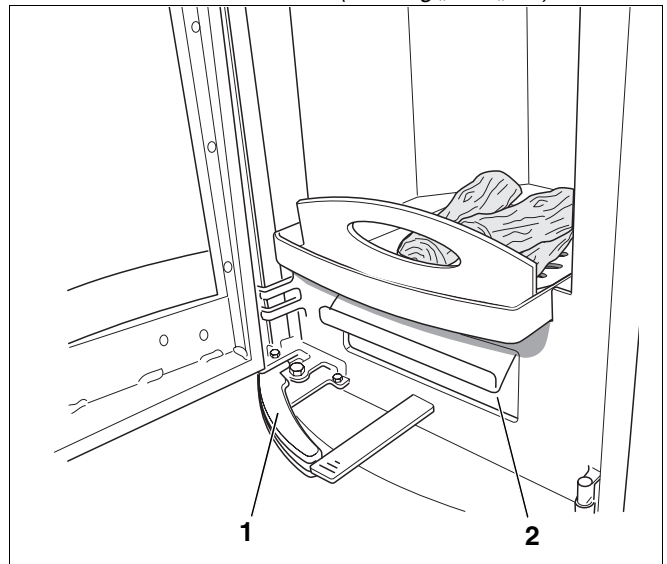

Abb. 19 Asche abrütteln
- Um länger die Glutphase zu halten, kann der Rüttelrosthebel (Abb. 19, **Pos. 1**) herausgezogen werden.
Achten Sie darauf, dass der Aschekasten (Abb. 19, **Pos. 2**) nie ganz gefüllt ist, da die Asche den Zutritt der primären Verbrennungsluft verhindern könnte.
- Rütteln Sie die Asche mit Hilfe des Rüttelrosthebels (Abb. 19, **Pos. 1**) mehrmals ab.